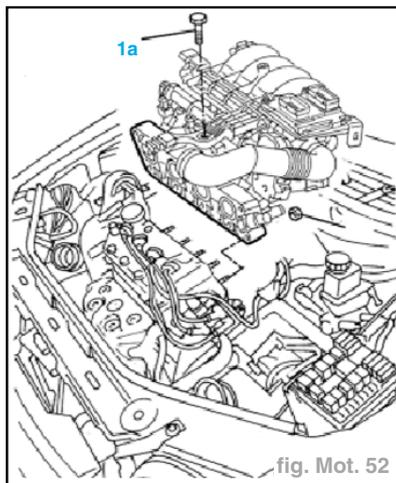

fig. Mot. 52
- Dévisser la vis (1a) et les écrous de fixation (1b) sur la culasse supérieure et déposer le groupe collecteur d'admission (fig. Mot. 52).